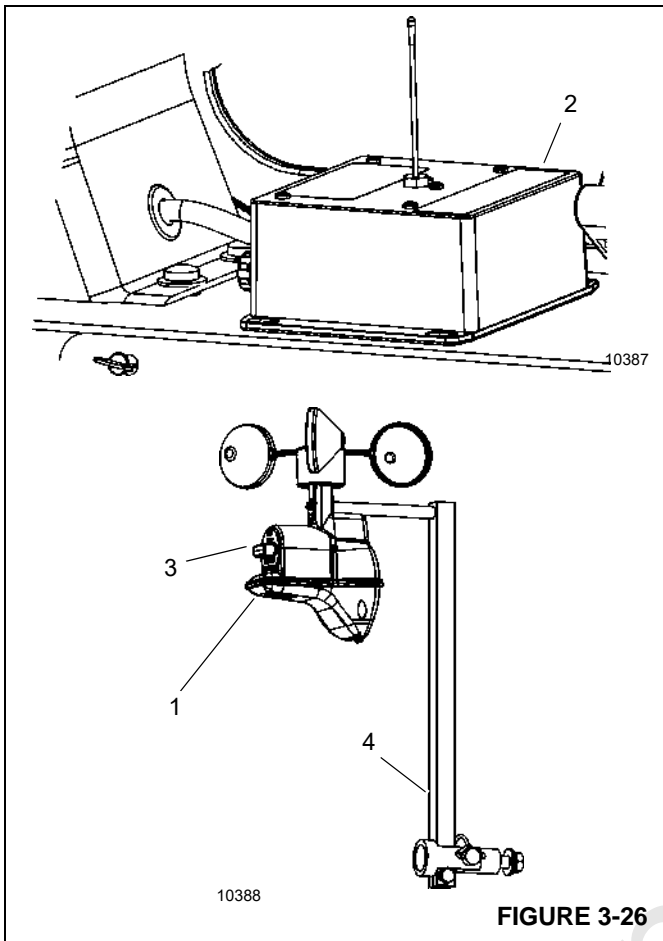

FIGURE 3-26
Les grues intègrent un indicateur de vitesse du vent en option pour mesurer la vitesse du vent à l'extrémité de la flèche. L'indicateur de vitesse du vent comprend un anémomètre radio et un routeur de passerelle sans fil. L'anémomètre (1, Figure 3-26), qui capture les données de vitesse du vent à l'extrémité de la flèche ou du bras, est alimenté par pile et communique sans fil avec le routeur de passerelle (2) situé dans la cabine de la grue. Le routeur de passerelle
2. Retirer le couvercle de pile (Figure 3-26) et la pile usagée de l'anémomètre.